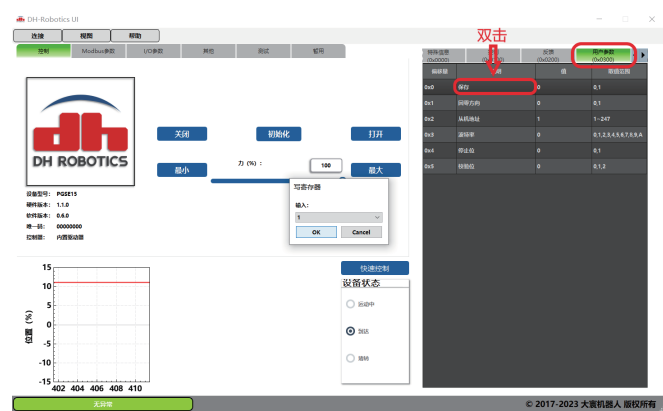

图3.3 保存力值
- ②**保存**:在寄存器界面双击“保存”寄存器写入1后“OK”确认(如图3.3所示),即可将参数写入Flash内部寄存器,重启即可写入成功。
- ③**重启**:重启后可根据INPUT信号对夹爪进行控制,运行状态会通过OUTPUT进行反馈。